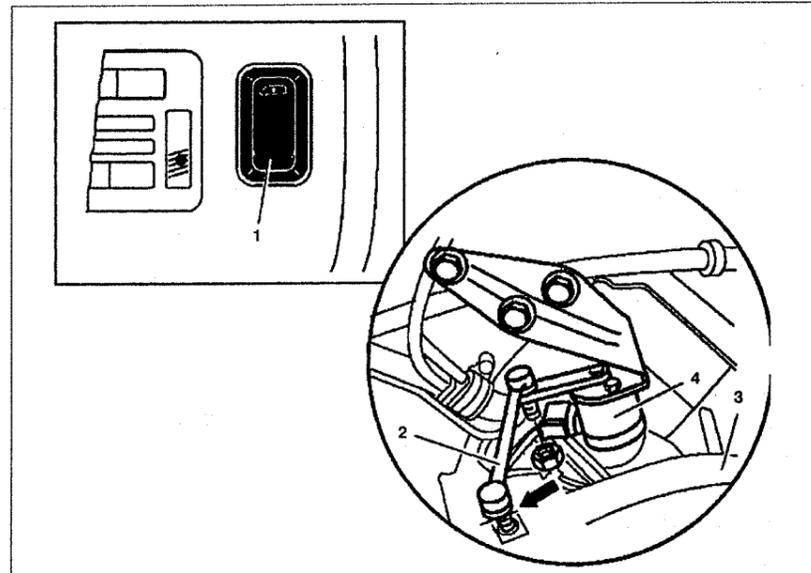

Рис. 7.21. Регулировочный рычаг датчика высоты подъема:
1. Установите автомобиль в "Сервисный режим" (только на автомобилях с пневмоподвеской). Нажмите кнопку 1 снизу примерно на 2 секунды перед подъемом (см.рис.7.21).